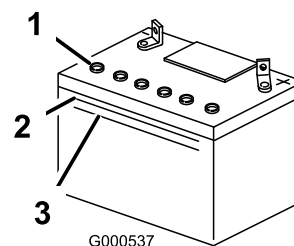

Figure 50
- Observez le côté de la batterie. Le niveau de l'électrolyte doit atteindre le trait **supérieur** (Figure 50). Le niveau d'électrolyte ne doit pas descendre au-dessous du trait inférieur (Figure 50).
- Enlevez les bouchons d'aération de la batterie (Figure 50)
- Versez de l'eau distillée avec précaution dans chaque élément jusqu'au repère supérieur (Figure 50) sur le côté de la batterie.
- Attendez cinq à dix minutes après avoir rempli les éléments. Au besoin, ajoutez de l'eau distillée pour amener le niveau jusqu'au repère supérieur sur le côté de la batterie (Figure 50).